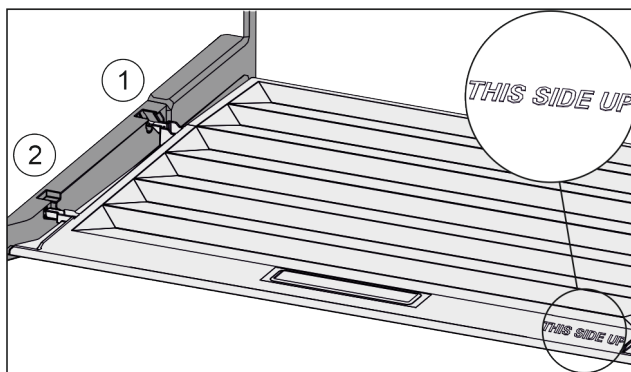

Fig. 138
- ▶ Výstupky veka zavedte cez otvor zadného držiaka Fig. 138 (1) a zaistite vpredu v držiaku Fig. 138 (2).